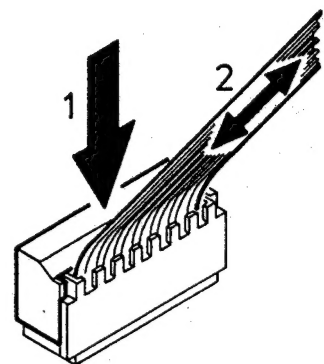

Fig. 2
Fig. 2 indicates the mounting and demounting of the wiring.
Fig. 2 geeft de montage en de demontage van de bedrading aan.
5. Die Leiterplatten sind an mehreren Stellen mit einem Steckverbinder ausgeführt (wie etwa 2A, 4A usw.). Bild 2 zeigt den Einbau und den Ausbau der Verdrahtung.
Fig. 2 indica come attaccare e staccare i cavi.